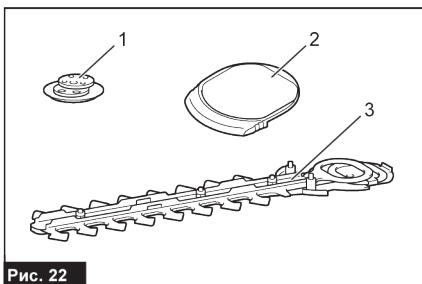

Рис. 22
1. Подготовьте кривошип, нижнюю крышку и новые режущие ножи (рис. 22).